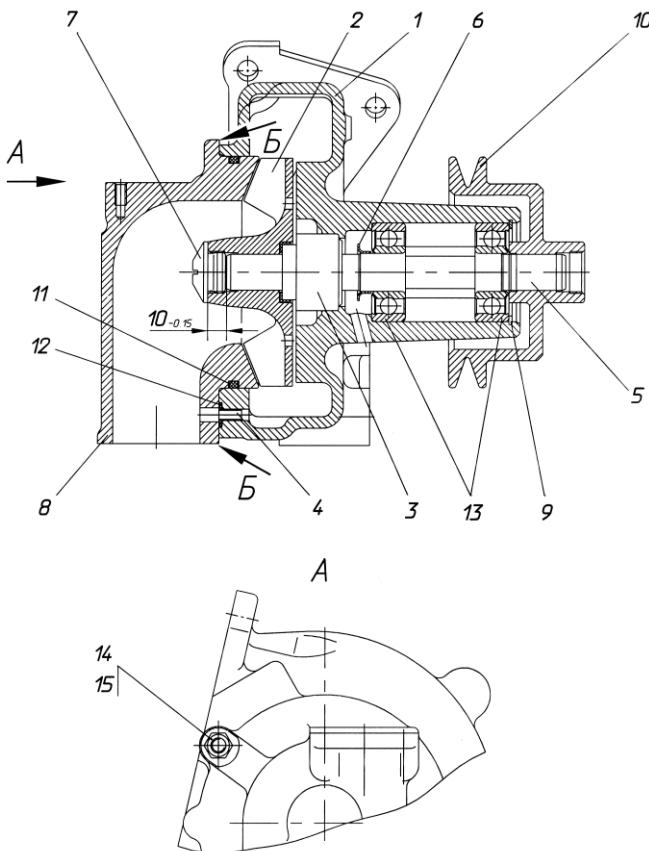

Рис. 88. Водяной насос:
- 5 Отвернуть гайки 14 (рис. 88) патрубка 8.
- 12 Извлечь из канавки корпуса 1 (рис. 88) насоса стопорное кольцо 9.
- 2 Напрессовать на вал 5 (рис. 88) подшипники 13 и водосбрасыватель 6. При этом необходимо:
- 9 Напрессовать крыльчатку 2 в сборе с манжетой и уплотнительной втулкой на вал 5 (рис. 88). При этом необходимо:
- установить крыльчатку и в валу в размер $10_{-0,15}$ мм (рис. 88) между торцом вала и торцом ступицы крыльчатки. Для этого необходимо при запрессовке установить на торец вала диск диаметром не более 13 мм и высотой $10_{-0,15}$ мм.